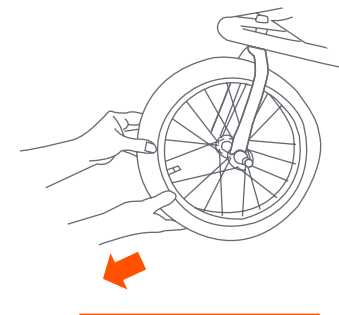

Fig. 20
- 20) •** Soulevez la partie avant de la poussette et appuyez sur la roue pour vous assurer qu'elle est installée de façon sécuritaire (Fig. 20).